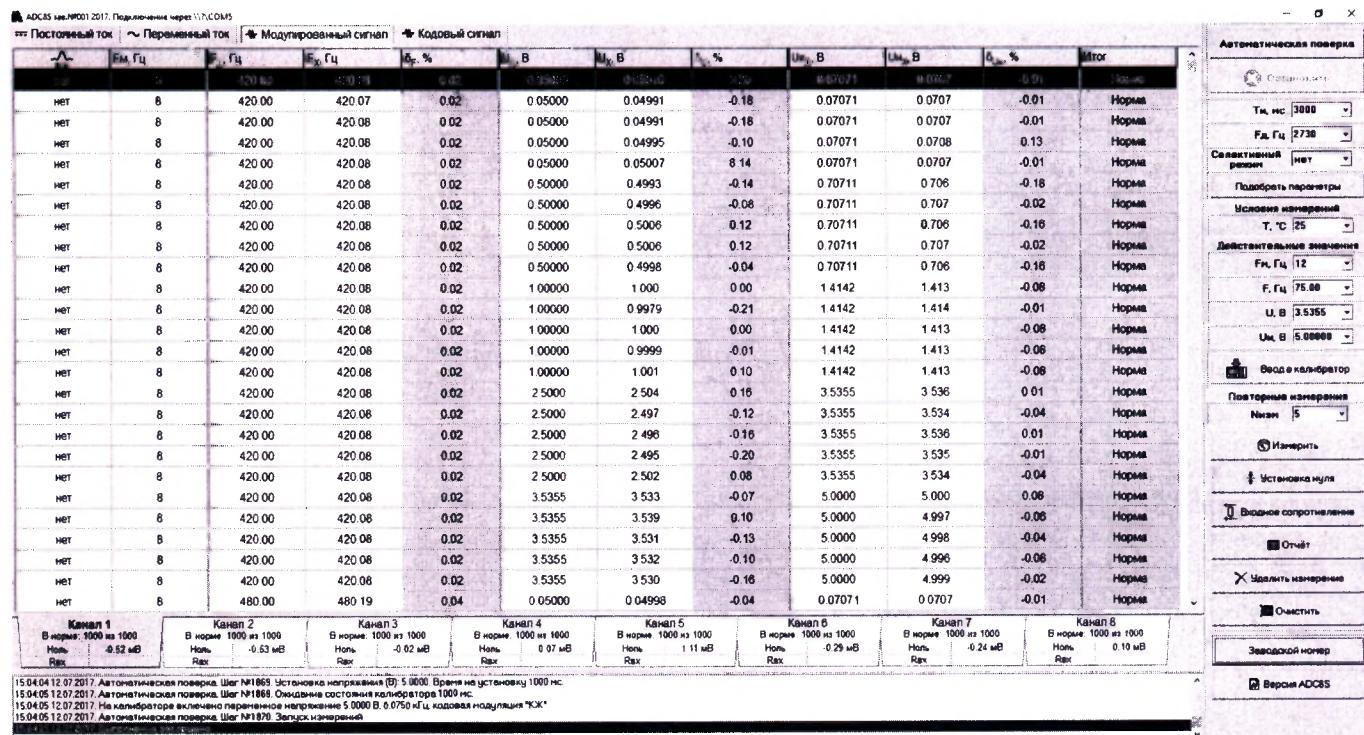

Рисунок 1 – Основное окно программы «Метрология ADC8S»
7.2.4 Запустить программу «Метрология ADC8S». Контролировать появление основного окна программы (см. рисунок 1). Контролировать наличие в правой части основного окна панели управления с кнопками и полями ввода исходных данных для измерений, в верхней части окна – кнопок выбора режимов измерений.